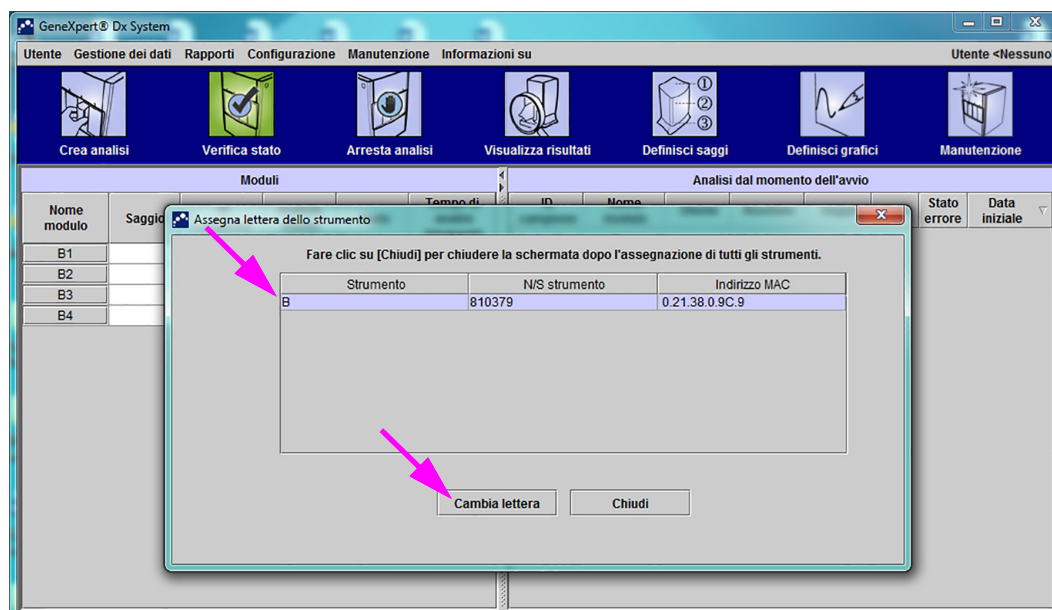

Figura 2-57. Finestra GeneXpert Dx System con la sovrapposizione della finestra di dialogo Assegna lettera dello strumento
5. Per modificare la lettera assegnata, fare clic per selezionare lo strumento da modificare, quindi fare clic su **Cambia lettera** nella finestra di dialogo Assegna lettera dello strumento (vedere la Figura 2-57).